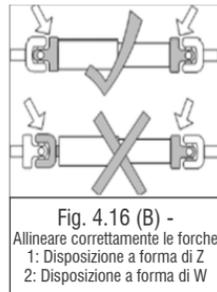

Fig. 4.16 (B) -
1. Non operare MAI senza il coperchio della PTO (Fig.4.16). Queste parti proteggono le persone da infortuni e le scanalature dell'albero da danni.